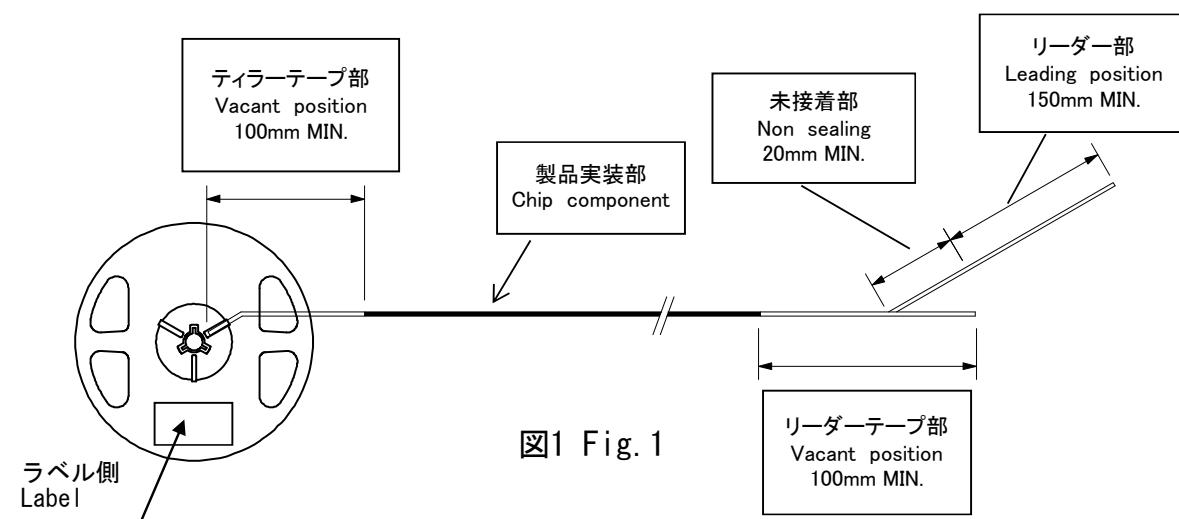

図1 Fig. 1
6.4. テーピングの巻き状態 Taping method ..... 図1に依る。Fig.1